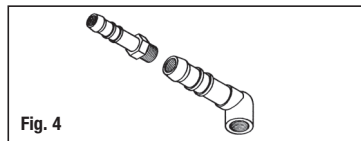

Fig. 4
- Pour une utilisation de Propane, il sera nécessaire de retirer l'extension présente sur le tube gaz, voir figure 4.